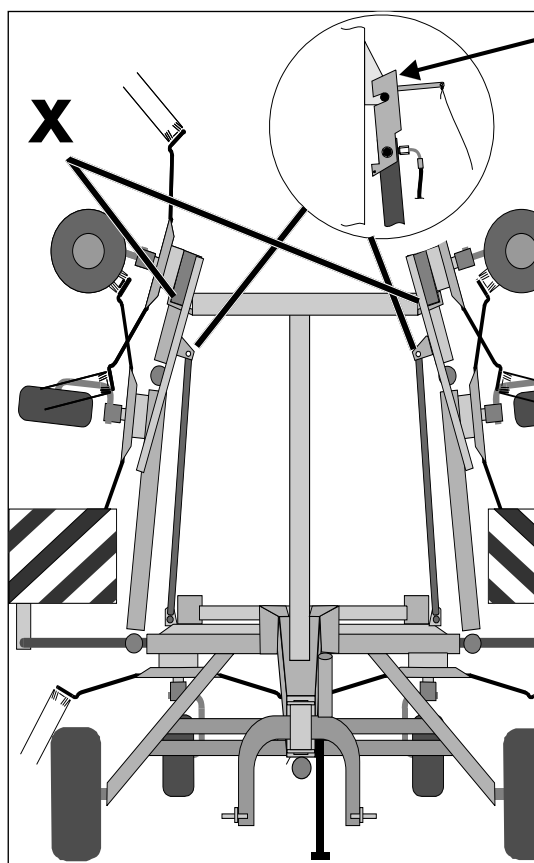

Bild 3-7
2. Maschine zusammenklappen. Dazu doppelwirkendes Steuergerät betätigen und mit erhöhter Motordrehzahl Seitenmaschinen einschwenken, bis Verriegelungshaken auf beiden Seiten eingerasten. Achten Sie auf sichere Ablage der Seitenmaschinen auf der Transportablage. (Bild 3-7)